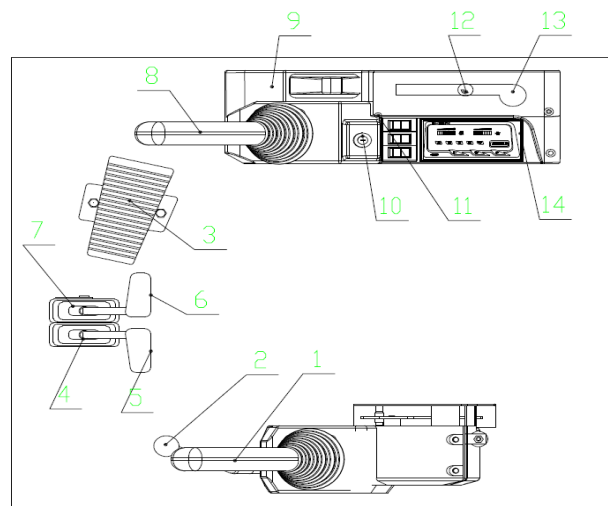

Ilustración 6 – Sistema de operación de la excavadora
El plano que se muestra en la ilustración 6 está tomado teniendo en cuenta la dirección de traslación de la máquina vista desde el asiento del conductor cuando el operador se encuentra mirando hacia la parte delantera y la rueda motriz se encuentra en la parte trasera de la máquina.
Ilustración 6 (elementos 11 y 12) – Presione la parte superior (cabeza) de la pieza 12 y empuje hacia delante para acelerar el motor. Cuando quiera detener el motor, tire del cable 11 para parar el motor si se tratara de un motor fabricado en China o, si se trata de un motor importado, gire la llave hasta la posición “OFF”.
Utilice la palanca de control para girar a la derecha y a la izquierda. Ver ilustración 6 (elemento 1 y 8) y ver también ilustración 7.
Tal y como se muestra en la ilustración 7, cuando se mueve la palanca de control hacia delante o los pedales ④⑤⑥⑦ que se muestran en la ilustración 6, la máquina se desplaza hacia delante. Cuando se mueve la palanca de control hacia atrás, la máquina se mueve dirección marcha atrás. La máquina no se moverá cuando la palanca se encuentre en punto muerto.
El elemento 9 que aparece en la ilustración 6, es una palanca de control que al moverla hacia delante permite a la cuchilla móvil desplazarse hacia abajo y si se mueve hacia atrás, la cuchilla móvil se desplaza hacia arriba. Con esta hoja el operador puede mover o apilar tierra, rocas u otros materiales. El operador, con la palanca de control, puede inclinar, elevar o bajar la hoja dependiendo del trabajo a realizar y el tipo de terreno.
Levante la palanca del sistema de seguridad (elemento 2 ilustración 6) del control piloto al lado izquierdo de la caja de control izquierda. La válvula de control de flujo limitará el flujo de aceite hidráulico y reducirá la velocidad para una mayor seguridad.